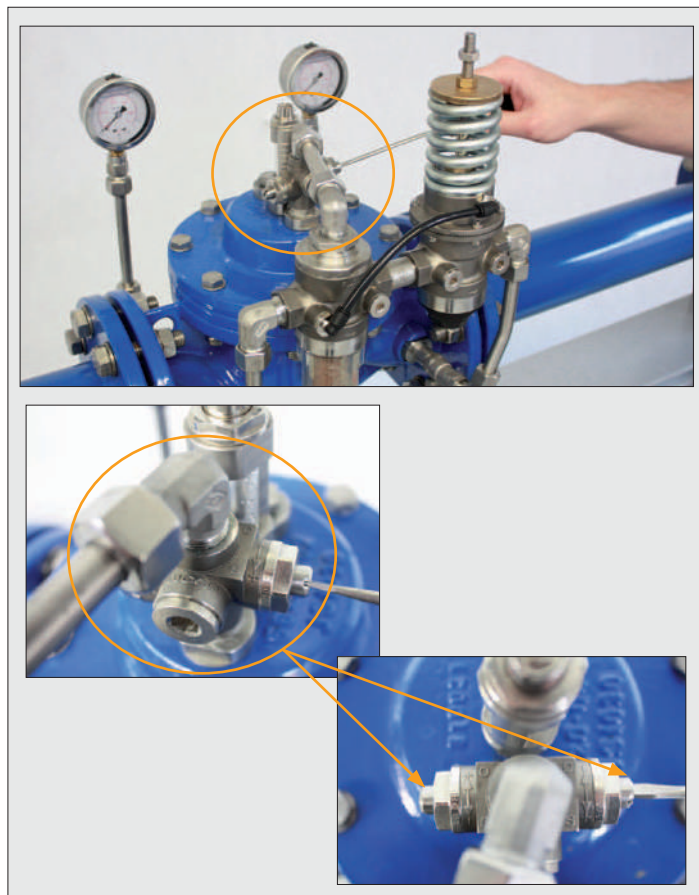

Рис. 17: Настройка скорости открытия и закрытия
4. Скорость открытия и закрытия регулируется дроссельными клапанами на контуре управления (рис. 17). Поэтому обе скорости можно настроить по-отдельности. Винт для регулирования скорости открытия отмечен как OS, а винт для регулирования скорости закрытия – как CS. Скорости регулируются с помощью шлицевой отвертки. Перед настройкой скорости срабатывания регулировочные винты должны быть полностью закрыты (поворот на “-”), чтобы задать начальное нулевое положение. После